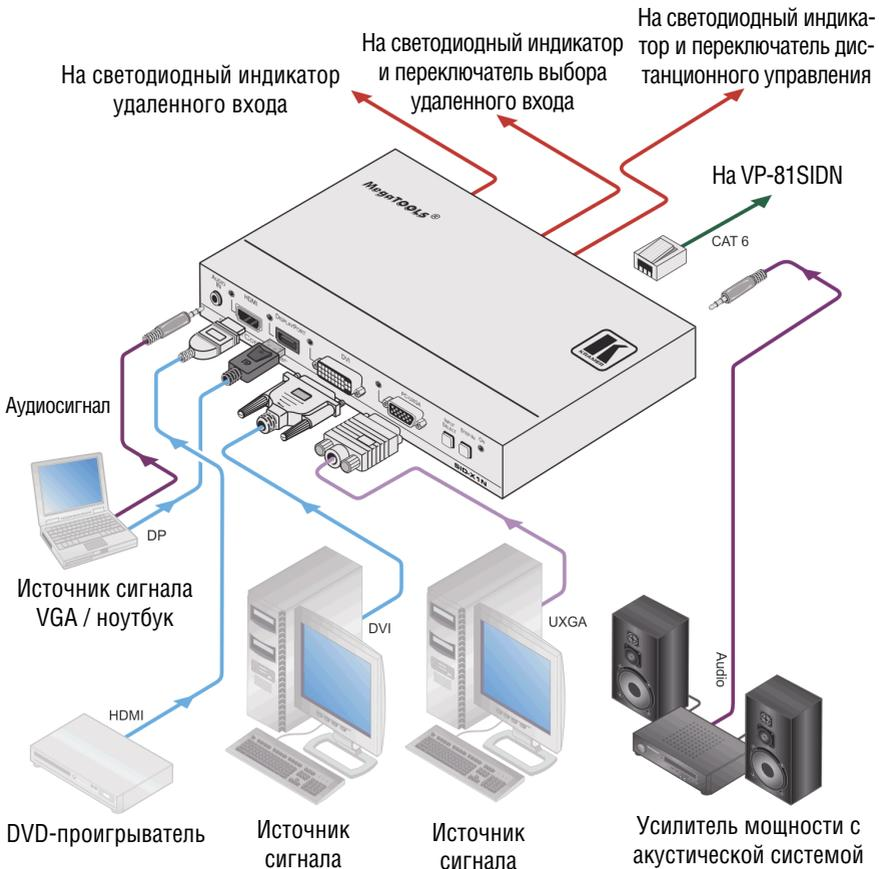

Рис. 3. Подсоединение передатчика сигналов в кабель витой пары и панели управления SID-X1N
Чтобы подключить **SID-X1N** в соответствии с примером, показанным на рис. 3, действуйте в следующем порядке:
8. Подсоедините сетевой адаптер к разъему электропитания, а адаптер — к электросети (на рис. 3 не показан).